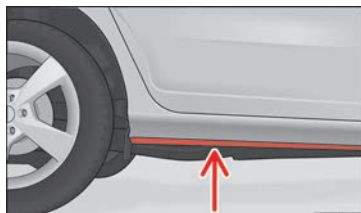

Fig. 94 Passar a vau.
- Determine a profundidade da água antes de entrar. A água pode alcançar, no máximo, a longitudinal inferior do veículo » **Fig. 94**;